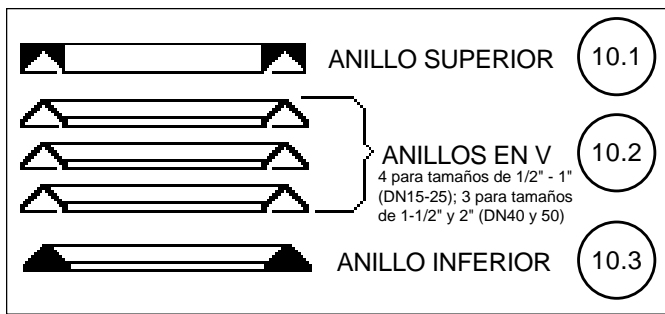

Figura 4: Empaques
- Coloque el bonete (2) en una prensa de banco, y posicionado para permitir la inserción por el costado inferior del ensamble del vástago (4).
- Coloque cinta de teflón en la rosca, sobre el extremo superior del vástago (4). Inserte el ensamble del vástago (4) hacia arriba a través del bonete (2) hasta que el extremo del tapón (4) o el adaptador superior (4.3) toque el bonete (2). Afloje la prensa de banco y reposicione el bonete (2) para prevenir que el ensamble vástago (4) caiga por debajo del bonete (2). Reapriete la prensa de banco.
- Vea la figura 4 para una orientación adecuada del empaque (10); NO INVIERTA LOS ANILLOS DEL EMPAQUE (10). Inserte el anillo inferior (10.3) sobre el extremo superior del vástago (4), empújelo entre la caja del empaque del bonete (2). Utilizando una herramienta hueca o la guía del empaque (11) presione el anillo inferior (10.3) para ingresarlo totalmente. Repita para todos los 4/3 anillos de empaque en v (10.2) y el anillo superior (10.1).